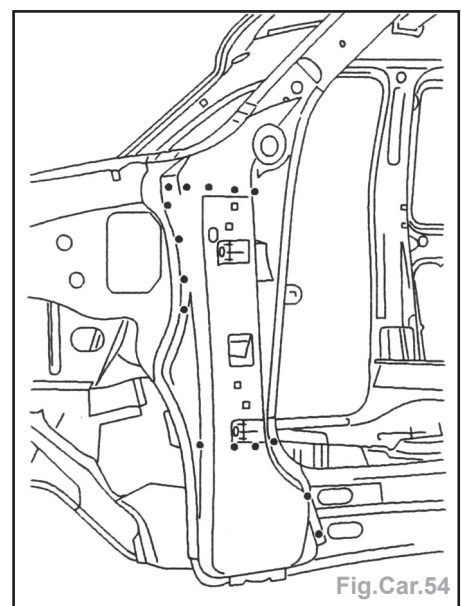

Fig.Car.54
- Souder par points bouchons au MAG ou MIG (Fig.Car.54).